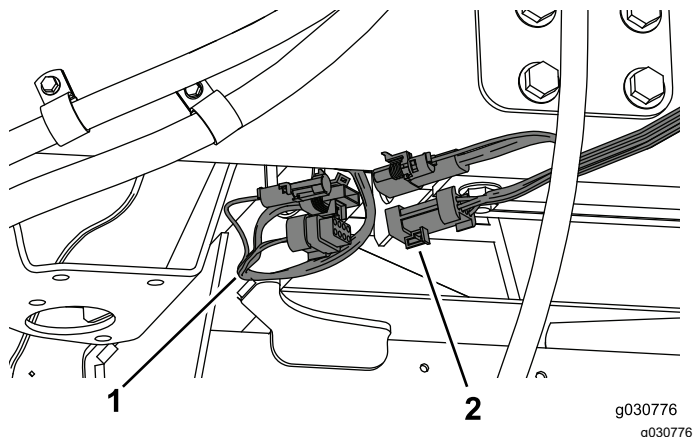

図 49
1. キャブから出ているワイヤハーネスを、機体右側にあるワイヤハーネスに接続する 図 49。